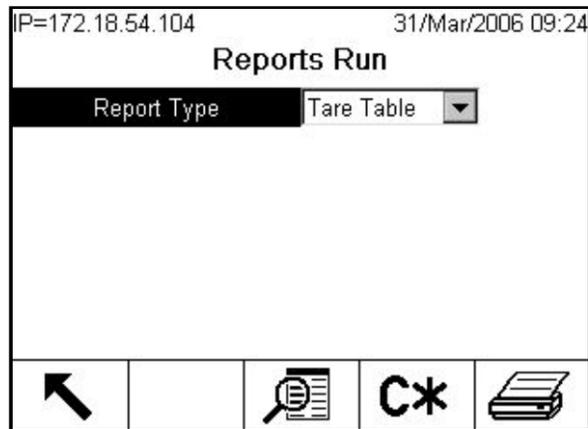

Figura C-16: Schermata di esecuzione report con il softkey Cancella totali
- Premere il soffkey REPORT **F**, selezionare dalla casella di selezione la tabella tara e premere il soffkey CANCELLA TOTALI **C*** mostrato in Figura C-16.